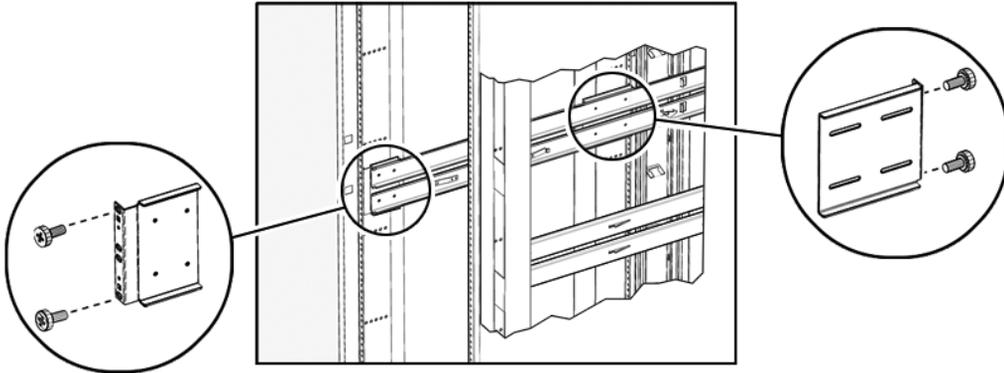

FIGURE 2-3 Montage des modules coulissants dans le rack
2. Utilisez des vis M6x10 (4) pour fixer les modules coulissants dans les orifices de fixation (FIGURE 2-3) afin de pouvoir sortir les éléments coulissants à l'avant du rack en les faisant glisser.